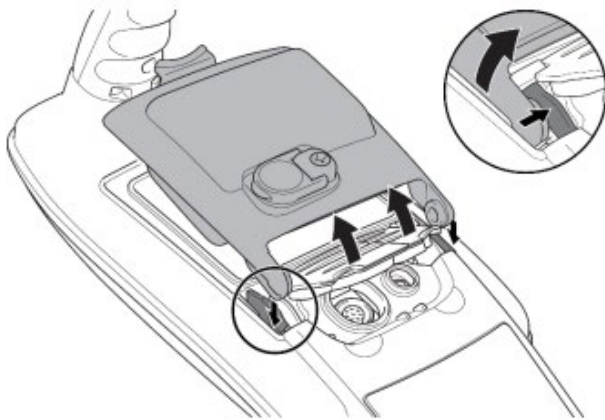

图 4.6：向内按下固定门锁
3. 轻轻提起附件盖，然后向内按下电池固定门锁。（见图 4.6）
若要装上新电池，请稍稍提起两个附件盖，然后将备用电池组轻轻推入到位，直到其在两侧发出喀嗒声，然后盖上电池组（图 4.6）。